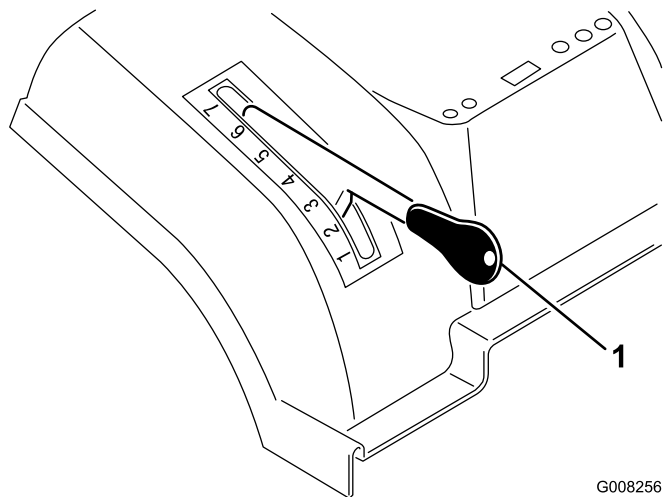

Figura 8
1. Pulse y mantenga pulsado el botón de la palanca de ajuste de la altura de corte (Figura 8).